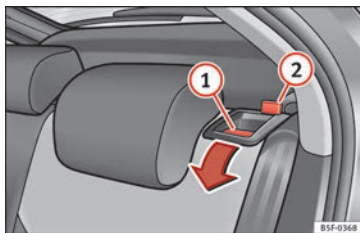

Fig. 150 Alavanca de desbloqueio do encosto.
- Pressione a alavanca de desbloqueio » **Fig. 150** (1) no sentido da seta.
- Levante o encosto até encaixar corretamente » ⚠. Caso o encosto tenha encaixado corretamente, já não se poderá ver a marca vermelha do trinco » **Fig. 150** (2).